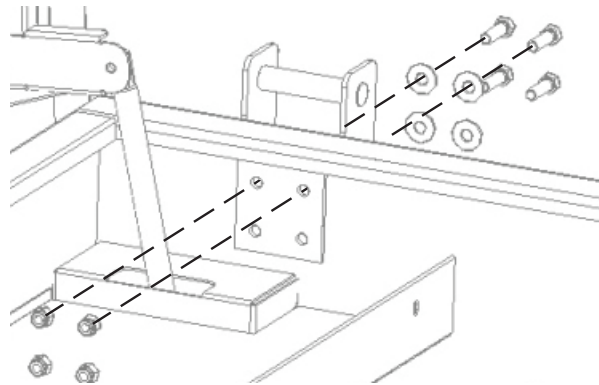

Figure 3 (illustration du Piano Box)
4. Fixez les supports à l'aide des fixations comme illustré à la Fig. 3, puis serrez à un couple de 47 Ft. Lbs (6,5 kg/m). Vous devez utiliser les quatre supports.